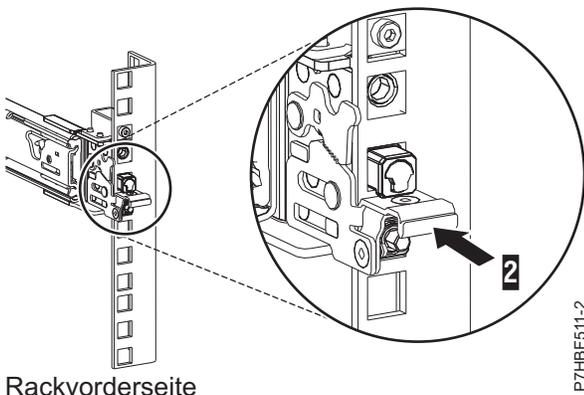

Abbildung 23. An der vorderen Schiene des Racks befestigte Verriegelung
7. Stellen Sie sicher, dass alle drei Stifte aus den Rackbohrungen herausragen, wenn Sie die Schiene nach vorne ziehen, und drücken Sie dann die vordere Verriegelung (2) ganz hinein. Einzelheiten finden Sie unter Abb. 23.